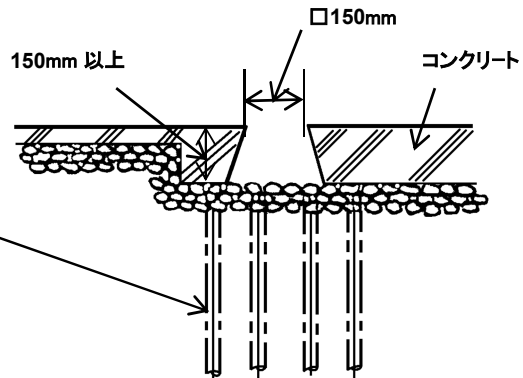

図 4-1
- 2) コンクリート床自身が十分な強度、完全に平らでかつ水平、十分な厚みが無い時は(図 4-1)に示す基礎図を参考にし、基礎工事を行って下さい。